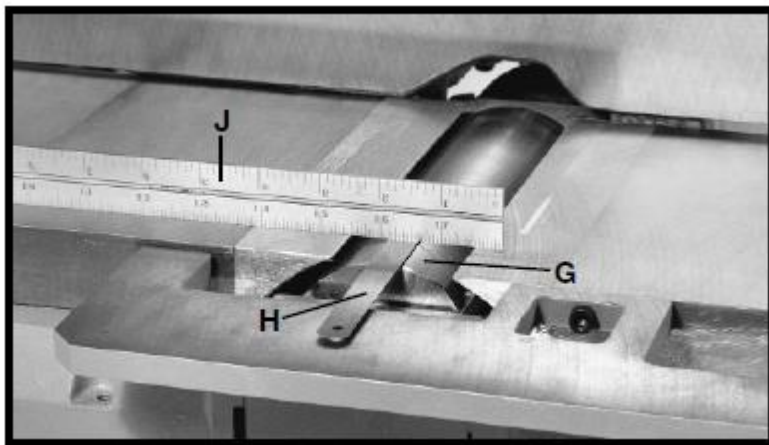

Рис. 49
9. Осторожно поворачивать режущий вал (G), рис. 49, до тех пор, пока круглая часть режущего вала не будет наверху, как показано на рисунке.
10. Положить на режущий вал щуп (H) толщиной 0,38 мм, рис. 49, и с помощью поверочной линейки (J) на заднем столе регулировать задний стол по высоте до тех пор, пока он не будет на 0,38 мм выше диаметра режущего вала, как показано на рисунке.